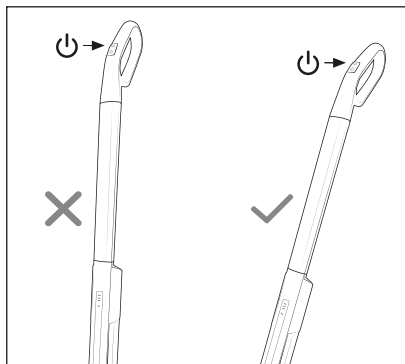

Fig. 8
- L'appareil ne peut être allumé en dehors du socle de recharge 9 que si vous tenez la poignée 1 légèrement inclinée (voir fig. 8).
- 2) Tenez la poignée **1** légèrement inclinée et appuyez sur le bouton marche/arrêt **16** pour mettre l'appareil en marche (voir fig. 8). L'indicateur de batterie **3** et la LED fonction de pulvérisation/réservoir d'eau sale **4** sont allumés et la brosse cylindrique **12** se met à tourner. La fonction de pulvérisation est automatiquement activée pendant 5 secondes, puis automatiquement répétée toutes les 15 secondes.